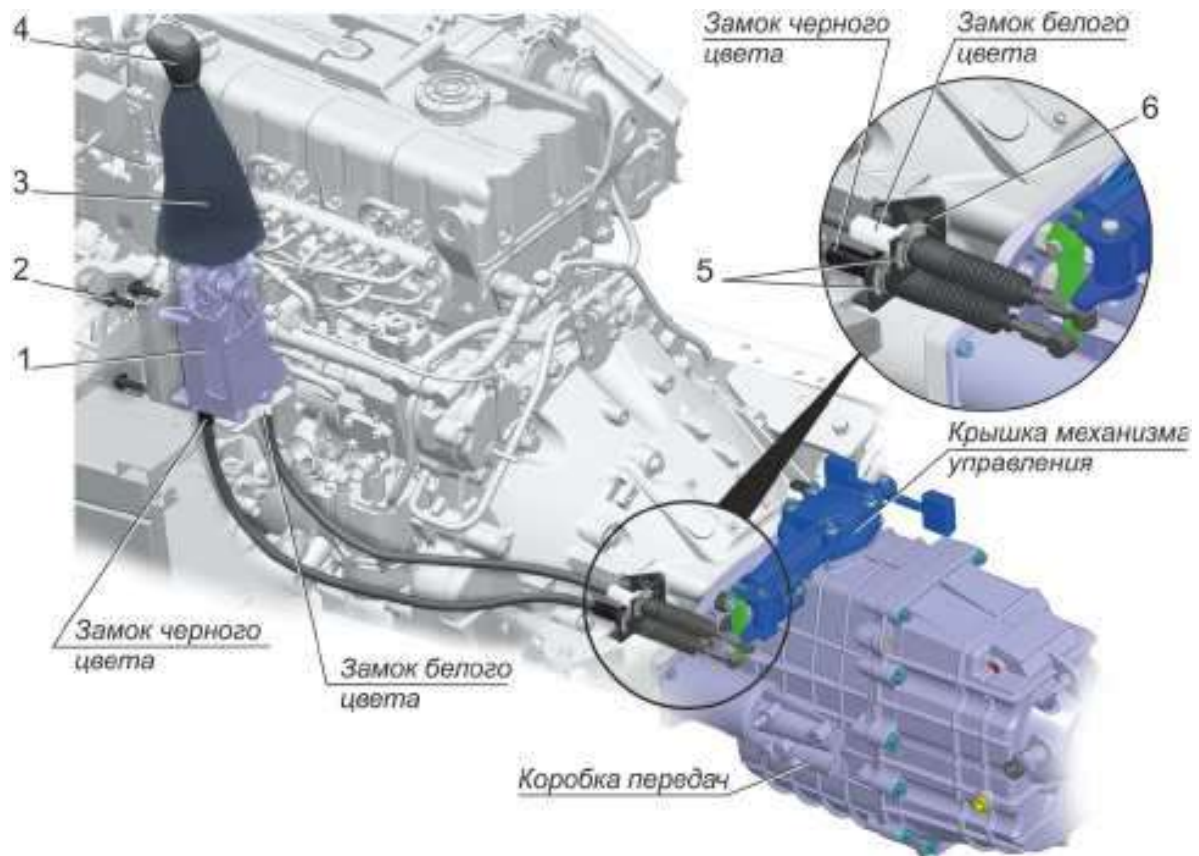

Рис. 3.32 Установка тросового привода
- закрепить троса выбора и переключения передач (см. рис. 3.32) в гнездах мастер-опоры с помощью фиксаторов, входящих в комплекты тросов;